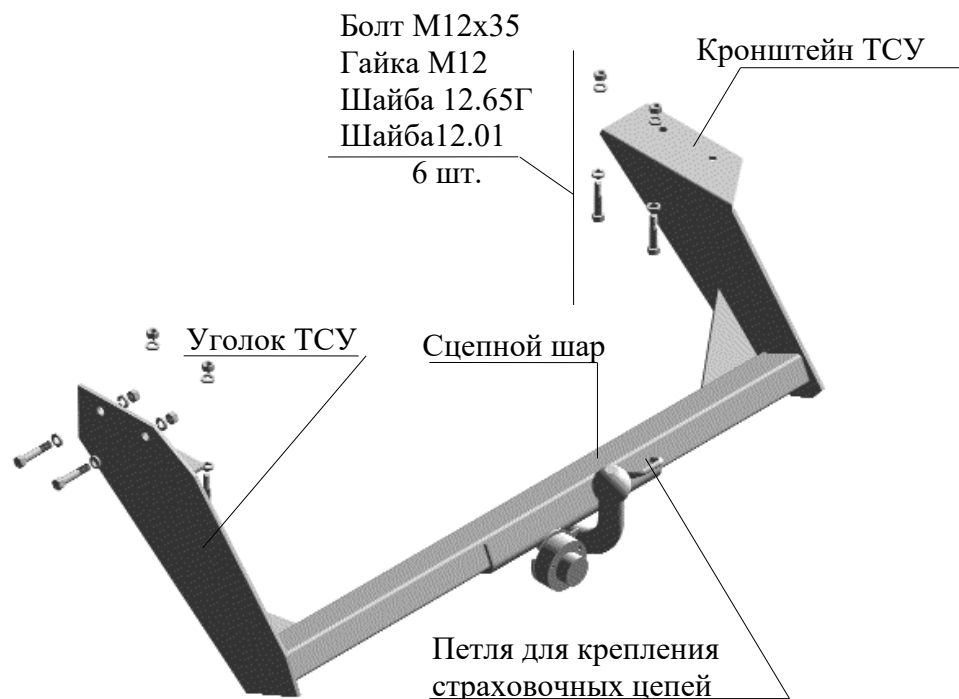

Рис.1 Тягово-сцепное устройство ТСУ 2206
- 2.1 ТСУ 2206 в сборе (рис.1)
- 2.2 Пакет с комплектующими (см. рис.1)
4.3 Закрепить ТСУ на лонжеронах автомобиля шестью болтами М12х35 в соответствии с рис.1.